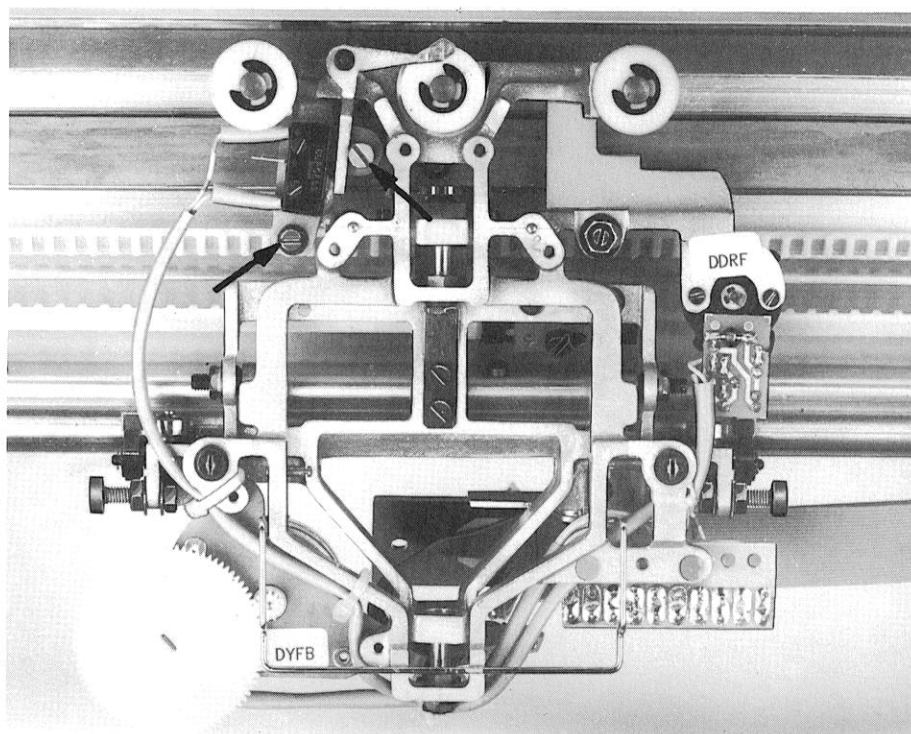

Abb. 47
- 8.16 Exzenterbolzen im Einstellhebel so einstellen, daß in Grundstellung zwischen Schalthebel und Exzenter ein Spiel von  $0,1 + 0,1$  mm vorhanden ist (siehe Bild 47).